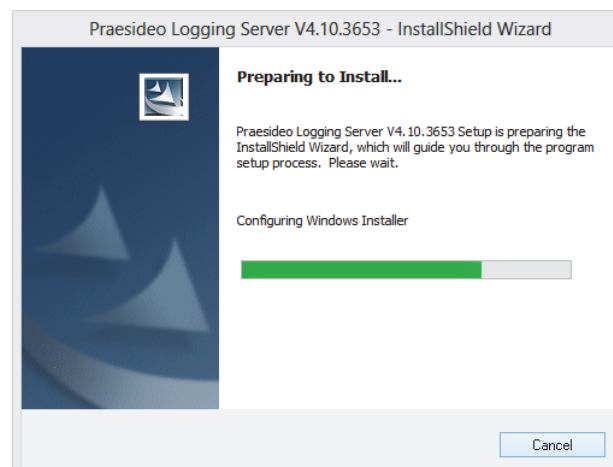

figura 58.1: Installazione del server di registrazione
- 3 Fare clic sul pulsante *Open* per avviare il programma di installazione di *Logging Server*. Appare una schermata simile a quella in figura 58.1.